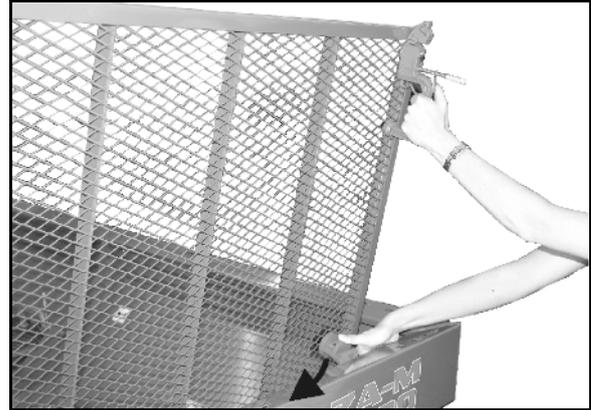

Fig. 19
3. Schutzgitter hochklappen bis Arretierung am Behälterranda einrastet (Fig. 19).
- Vor dem Schließen des Schutzgitters Arretierung herunterdrücken (Fig. 19).